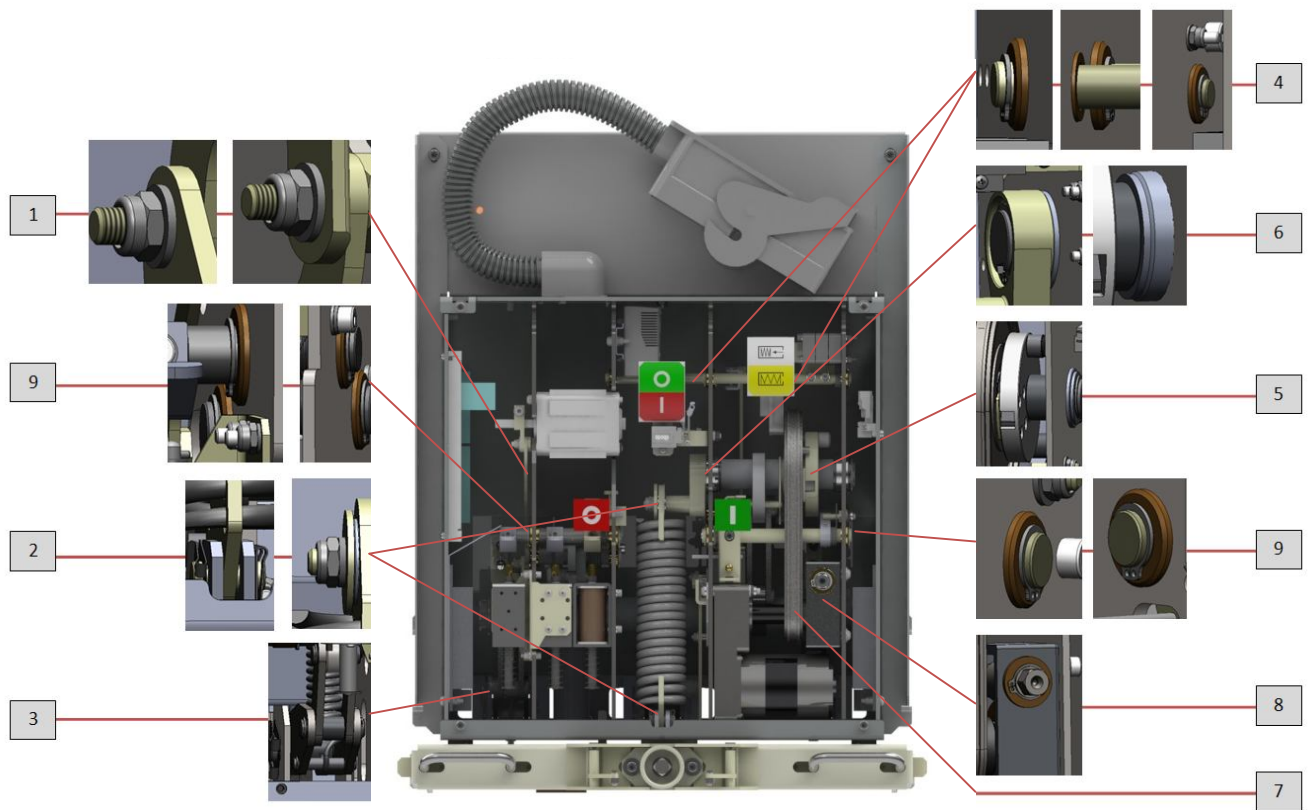

Рис. 19 Места смазки подвижных узлов в приводе выключателя:
- проверку смазки узлов привода в соответствии с рис. 19, 20 и табл. 17 (допускается